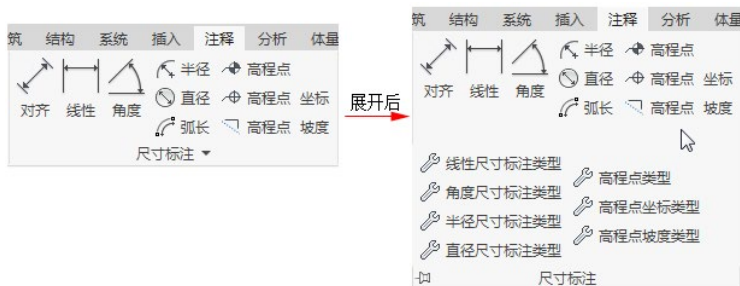

图 1-11 展开面板
- 展开面板：单击面板标题旁的  按钮，表示该面板可以展开，用来显示相关的工具和控件，如图 1-11 所示。默认情况下，单击面板以外的区域时，展开的面板会自动关闭。单击“图钉”按钮 ，面板在其功能区选项卡显示期间始终保持展开状态。